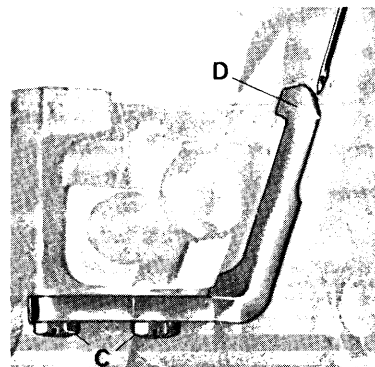

fig. 4
- Fissare sulla base della macchina lo spingi asola D con le viti C. (fig. 4)